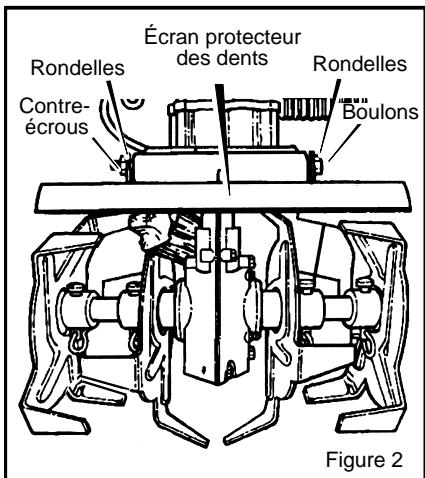

Figure 2
2. Retirez les contre-écrous, les rondelles et les vis de l'écran protecteur des dents (voir Figure 2).